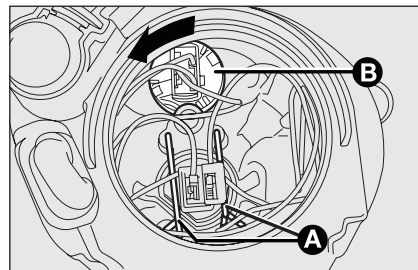

fig. 25
- sganciare le due mollette fermalampada **A**-fig. 25;
- ruotare in senso antiorario il portalampane **B**-fig. 25 e sfilarlo;